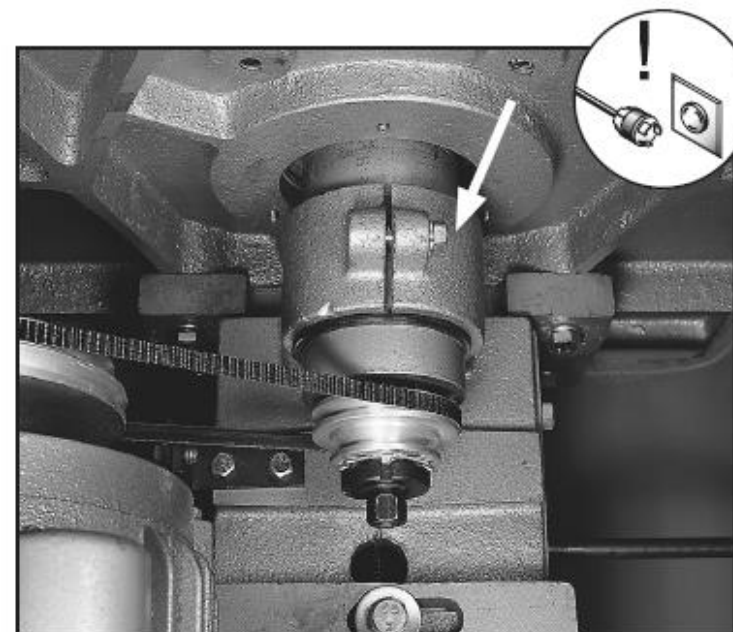

Рис. 16. Болт крепления на направляющей шпинделя
3. Ослабить болт крепления на направляющей шпинделя, **Рис. 16**.